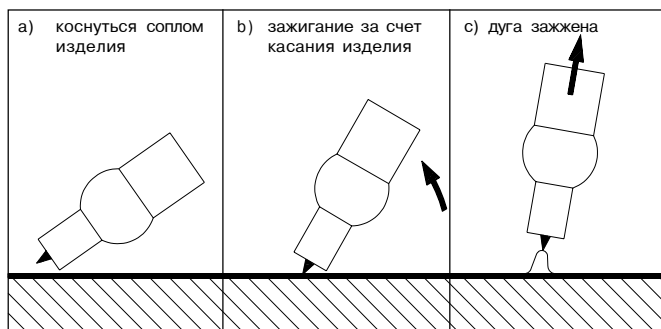

Рис. 8 Положение горелки
- кнопкой "выбор режима" ② выбрать один из следующих режимов:
- сварка ТИГ ⑤
- сварка ТИГ импульсной дугой ⑥
- выбрать величину сварочного тока с помощью регулятора ⑦
- установить электрод в место зажигания, наклонить горелку так, чтобы край газового сопла касался изделия и между электродом и изделием оставался зазор 2 - 3мм (см рис. 8а)
- медленно перемещать горелку в вертикальное положение, опираясь на край газового сопла до тех пор, пока конец электрода не коснется детали (см рис. 8б)
- поднимать горелку вверх и поворачивать в нормальное положение - происходит зажигание дуги (см рис. 8с)